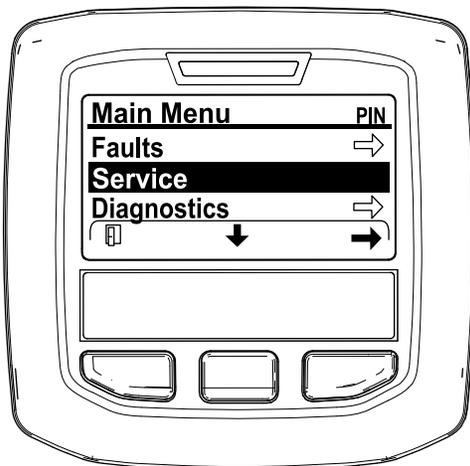

Figure 33
2. Naviguez jusqu'au MENU PRINCIPAL, appuyez sur le bouton central pour parcourir le menu MENU ENTRETIEN, et appuyez sur le bouton droit pour sélectionner l'option ENTRETIEN (Figure 33).